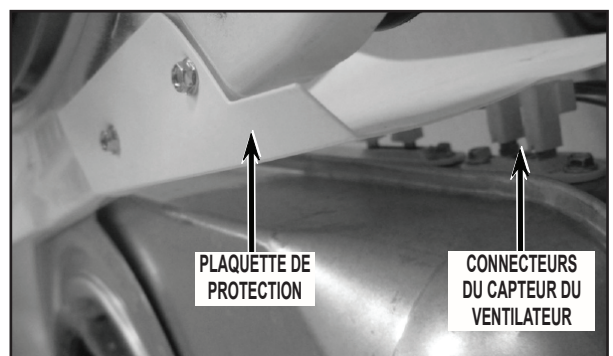

FIGURE 36
- Il y a en bas de la tôle de cloisonnement une plaquette de protection; vérifier que la plaquette de protection est placée au-dessus des connecteurs du capteur du ventilateur; voir la *Figure 36*.